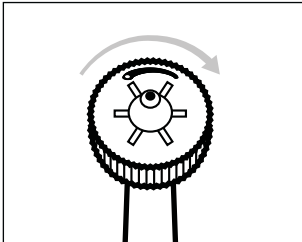

Abb. 6
- ◆ Drehen Sie den Düsenregler ❶ mit den Fingern im Uhrzeigersinn für einen Mehrfachstrahl zur Zahnfleischmassage (siehe Abb. 6 und 7).